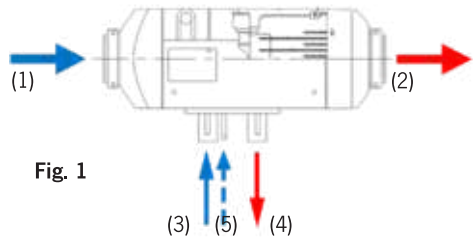
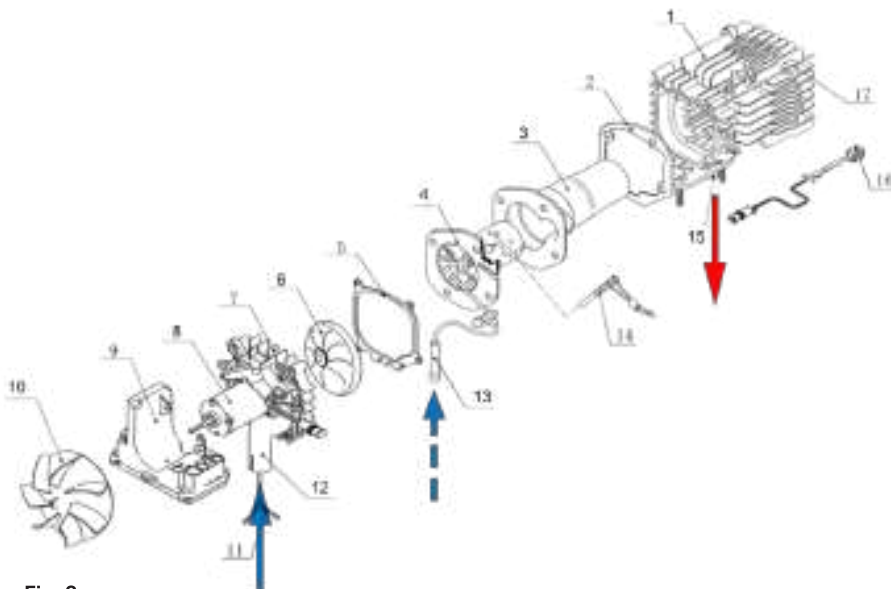
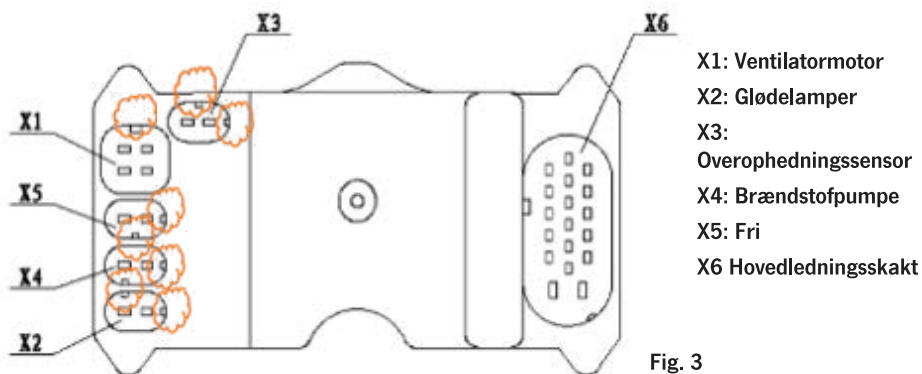

Fig. 1
Fig. 2
Fig. 3
Denne ovn består af en brænder [Side 12 Fig. 2 (4)] og et forbrændingskammer [Side 12 Fig. 2 (3)], som er placeret inde i en varmeveksler [Side 12 Fig. 2 (1)]
Kold luft suges ind i denne passage af pumpehjulet [Fig. 1 (1)] [Side 12 Fig. 2 (10)]. Efter at have passeret varmeveksleren blæses varm luft ud [Fig. 1 (2)].
Til forbrændingsprocessen skal varmelegemet forsynes med brændstof og frisk luft. Brændstoffet kommer ind i brænderen gennem brændselsrørets indgang [Fig. 1 (5)] [Side 12 Fig. 2 (13)] og antændes af gløderøret [Side 12 Fig. 2 (14)] efter forstøvning. Flammen trænger ind i spalten mellem brænderens vægge [side 12 fig. 2 (4)] og forbrændingskammeret [side 12 fig. 2 (3)] bagest i brænderen.
Forbrændingsluftens tilførsel sker via luftindtaget [Fig. 1 (3)] [Side 12 Fig. 2 (12)]. Den indvendige tilluftsventilator [Side 12 Fig. 2 (6/8)] tvinger luften ind i brænderen. Efter forbrændingen af luft- og fordampet brændselsblanding udledes udstødningsgassen gennem udstødningsgasudtsen [fig. 1 (4)] [Side 12 fig. 2 (15)].
Overophedningssensoren [Side 13 Fig.3 (X3)] er monteret på den bageste ydervæg af varmeveksleren [Side 12 Fig. 2 (16)]. Hvis temperaturen i aluminiumet bliver højere end en defineret øvre grænse, afbryder styringen brændstofpumpeløbet, og brændstofførslen stoppes straks. Derefter slukkes for varmelegemet af hensyn til overophedningsbeskyttelsen.